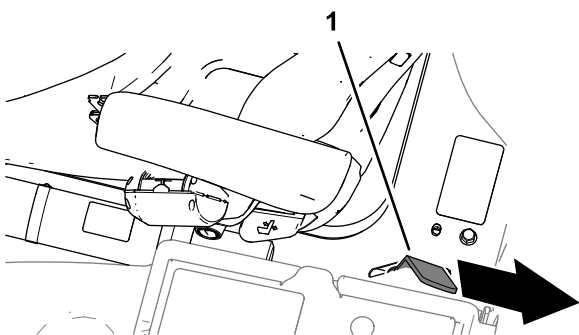

Figure 52
3. Abaissez complètement la plate-forme et déplacez la poignée de verrouillage vers l'arrière de la machine jusqu'à ce que les crochets du verrou s'engagent complètement sur la barre de verrouillage (Figure 52).